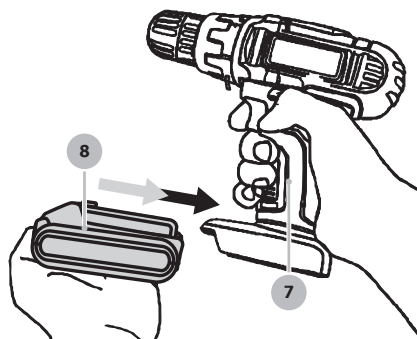

Рисунок 3
5. Подсоедините аккумулятор к изделию: для этого вставьте его в место крепления и зафиксируйте до щелчка (рисунок 3).